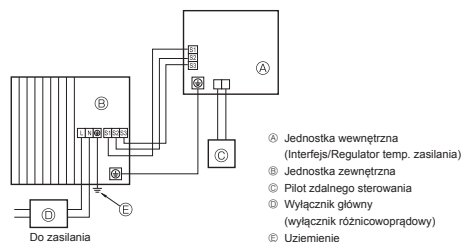
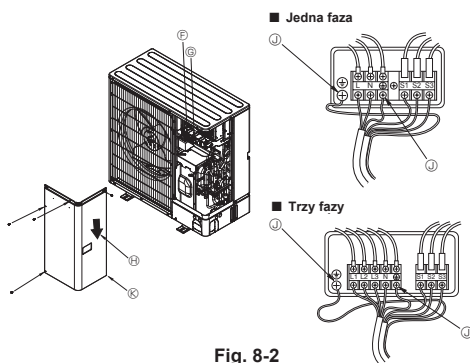

Fig. 8-1
Fig. 8-2
8.1. Jednostka zewnętrzna (Fig. 8-1, Fig. 8-2)
- ① Usunąć panel serwisowy.
- ② Podłączyć przewody zgodnie z Fig. 8-1 i 8-2.